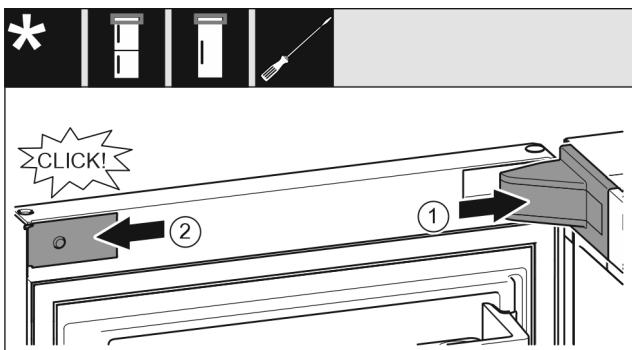

Fig. 23
- ▶ Mettre en place le cache du support de palier Fig. 23 (1) et l'enclencher. Au besoin, l'écartier avec précaution.
- ▶ Placer le cache Fig. 23 (2) sur le côté et l'enclencher.